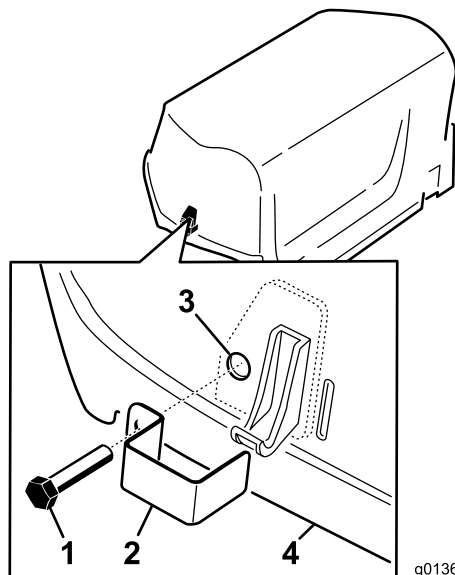

図 15
2. タップボルト合計 2 本で、フードラッチ図 15 にラッチロックを取り付ける。